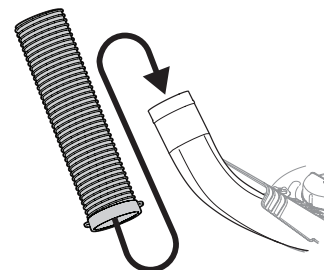

Figure 24
- Enfilez ce dernier sur le coude de goulotte, comme illustré à la Figure 24.